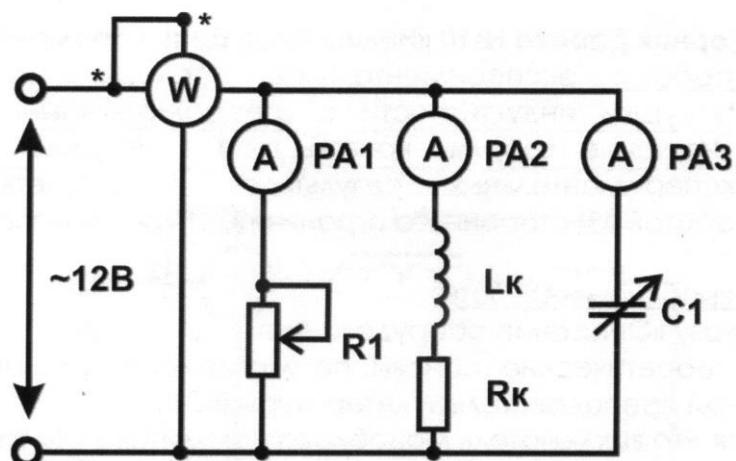

Рис. 3.1 Исследование электрической цепи переменного тока с параллельным соединением элементов
3.1 Собрать электрическую цепь с параллельным соединением резистора R1, катушки L_k (28мГн блока «Нелинейные элементы») и конденсатора C1 (рис. 3.1), установив в соответствии с заданным вариантом значения сопротивления резистора R1 и емкости конденсатора C1 (табл. 3.1). Включение отдельных ветвей осуществлять с помощью соответствующих проводников. Предъявить схему для проверки преподавателю. В качестве источника переменного тока используется выход трехфазного генератора (50Гц).